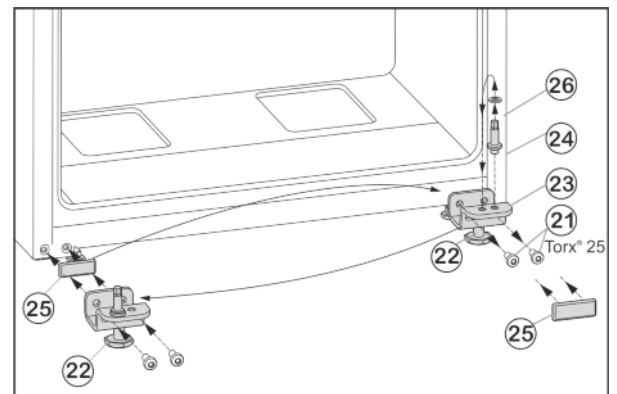

Fig. 9
- ▶ Befestigungsschrauben Fig. 9 (21) abschrauben.
- ▶ Lagerbock unten Fig. 9 (23) komplett mit Lagerbolzen Fig. 9 (24), Scheibe Fig. 9 (26) und Stellfuß Fig. 9 (22), abnehmen.
- ▶ Lagerbolzen Fig. 9 (24) komplett mit Scheibe Fig. 9 (26) abschrauben, in das gegenüberliegende Aufnahmeloch des Lagerbocks umsetzen und wieder festschrauben.
- ▶ Abdeckplatte Fig. 9 (25) vorsichtig abnehmen und auf die Gegenseite umsetzen.
- ▶ Lagerbock unten Fig. 9 (23) komplett, mit Lagerbolzen Fig. 9 (24), Scheibe Fig. 9 (26) und Stellfuß Fig. 9 (22) auf der neuen Scharnierseite ggf. mit Hilfe eines Akkuschraubers **fest (mit 4 Nm)** wieder anschrauben.
- ▶ Tür von oben auf Lagerbolzen Fig. 9 (24) aufsetzen.
- ▶ Stellfuß Fig. 9 (22) am Lagerbock unten Fig. 9 (23) herausdrehen, bis er auf dem Boden aufliegt.